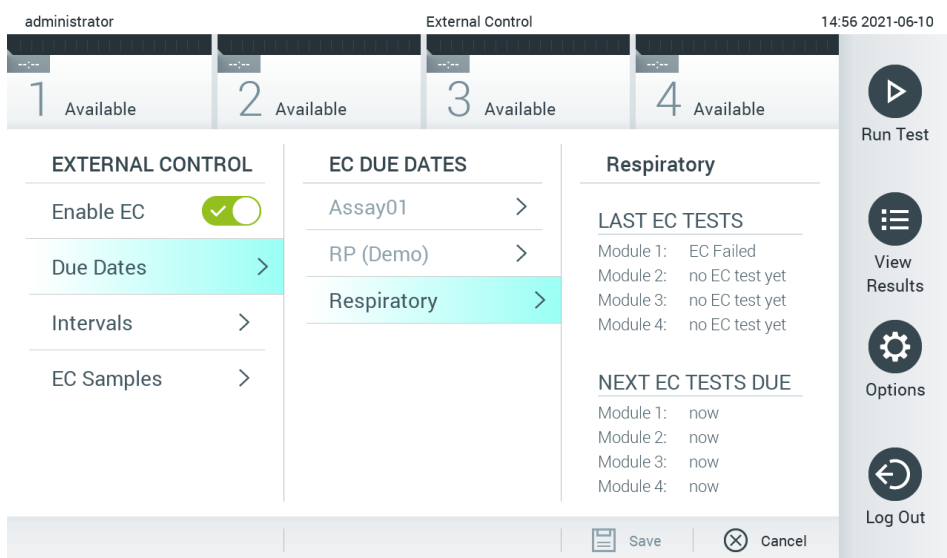

Figura 51. A tela External Control Due Dates (Datas previstas de controle externo).
3. Selecione **Due Dates** (Datas previstas) e depois um ensaio da lista para ver quando o último teste de External Control (Controle externo) foi realizado por ensaio e módulo analítico e para quando o próximo teste de External Control (Controle externo) está previsto (Figura 51).